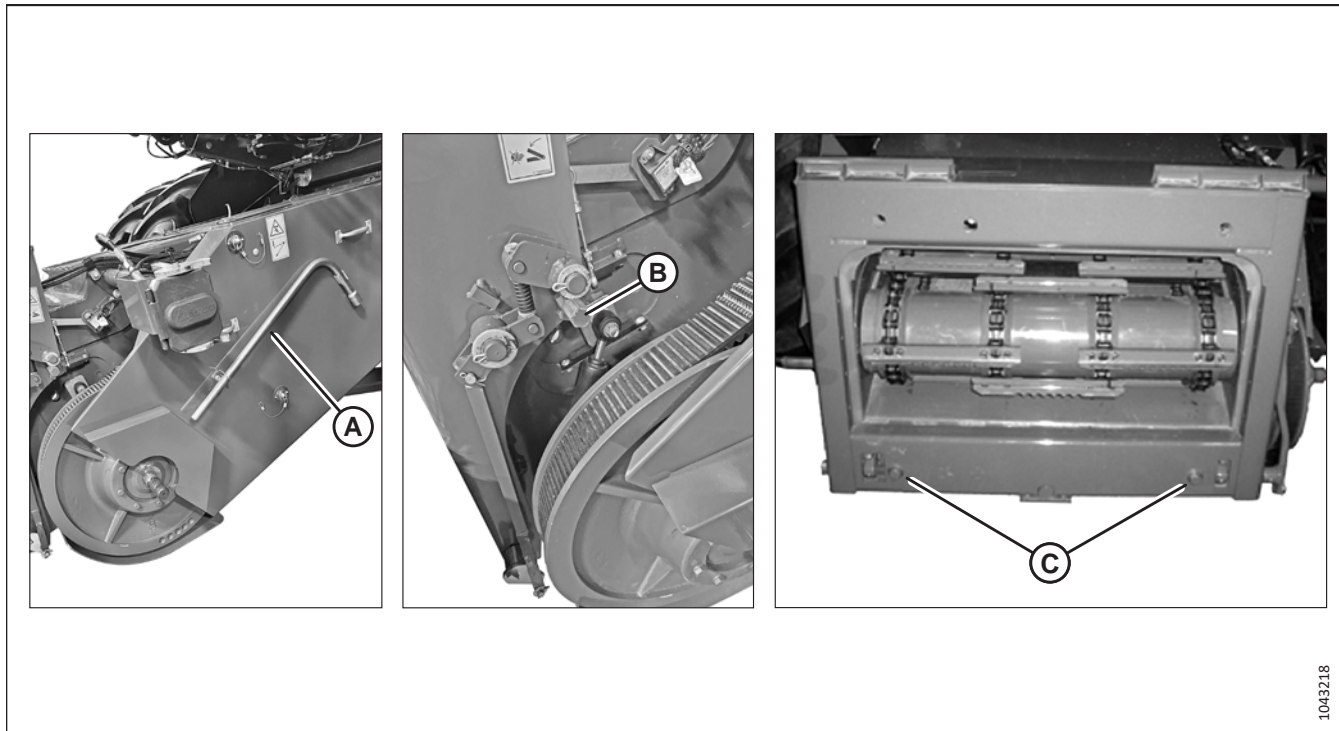

Figure 3.85: Convoyeur
Assurez-vous que les goupilles d'alignement (C) (voir figure 3.85, page 86) du convoyeur s'alignent avec les trous (B) dans le châssis du module de flottement.